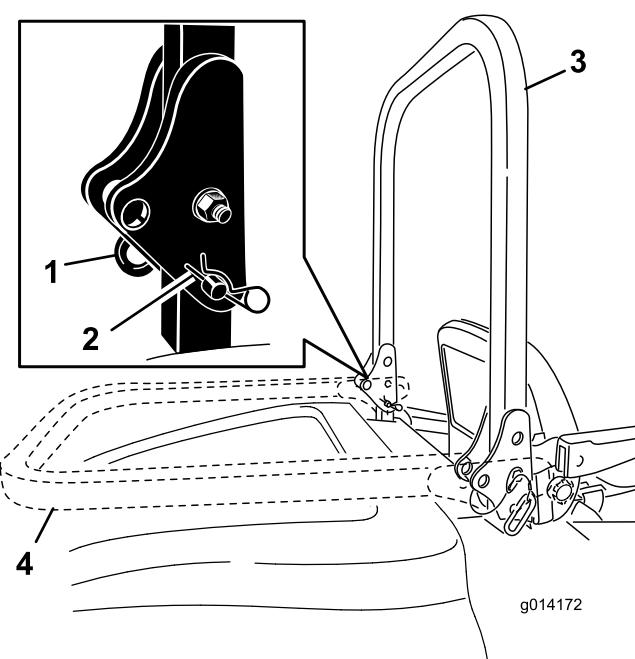

図 10
右の固定ピンを抜き取る(図 10)。
2. バーを降ろす(図 10)。
3. ピンとヘアピンコッターで固定する(図 10)。
コッターを抜き、ピンを外す(図 10)。
ピンコッターでロックする(図 10)。